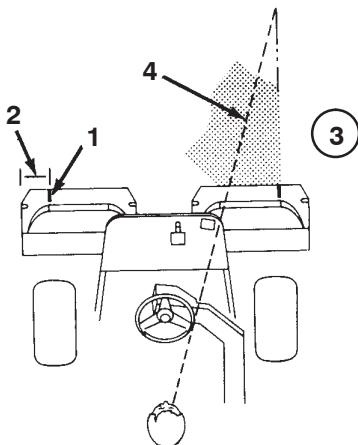

Bild 29
2. Bringen Sie einen Streifen weißes Isolierbands an jedem Korb an, oder zeichnen Sie eine Linie. Das Isolierband bzw. die Linie sollten parallel mit der äußeren Kante jedes Korbs verlaufen (Bild 29).
- Wenn Sie zurückfahren, sollte der neue Mähgang den ersten ein klein wenig überlappen. Damit Sie in einer möglichst geraden Linie über die Grünfläche fahren können und einen gleichmäßigen Abstand zum zuvor gemähten Rasenstück einhalten können, sollten Sie sich eine imaginäre Sichtlinie ungefähr 1,8 bis 3 m vor der Maschine bis zum Rand des noch ungemähten Teils der Grünfläche vorstellen (Bild 29 und 30). Manche Leute finden es auch hilfreich, die äußere Kante des Lenkrads in die Sichtlinie mit einzubeziehen, d.h. sie halten das Lenkrad in einer Linie mit einem Punkt, der immer im gleichen Abstand von der Vorderseite der Maschine bleibt (Bild 29 und 30).